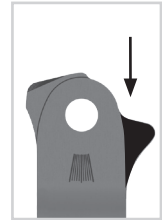

Fig. 26
- 3 Slip nesen for trykkfjæren på systembøylen ved behov (fig. 26).